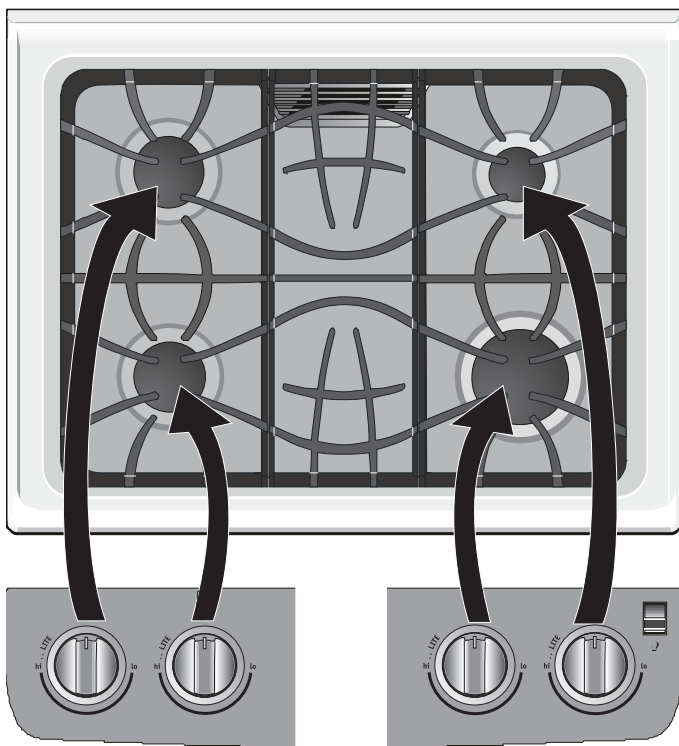

Figure 1 : Emplacement des brûleurs
Le petit brûleur de mijotage est idéal pour faire mijoter des sauces délicates, etc. Ce brûleur est situé à droite, à l'arrière de la table de cuisson (voir figure 1). Les brûleurs standards peuvent être utilisés pour la plupart des types de cuisson. Ces brûleurs sont situés à l'avant et à l'arrière gauche de la table de cuisson.
3. Relâchez le bouton et tournez-le à la position « LITE » (allumage) (voir les figures 1 et 2). Remarque : Une étincelle est émise en même temps aux quatre allumeurs électroniques. Cependant, seul le brûleur mis en marche s'allume.